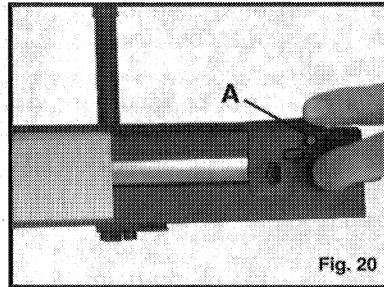

Fig. 20
4. Saisir le suiveur d'agrafe, appuyer sur le bouton de blocage (A) Fig. 20, et laisser le suiveur glisser lentement vers l'avant contre les agrafes.